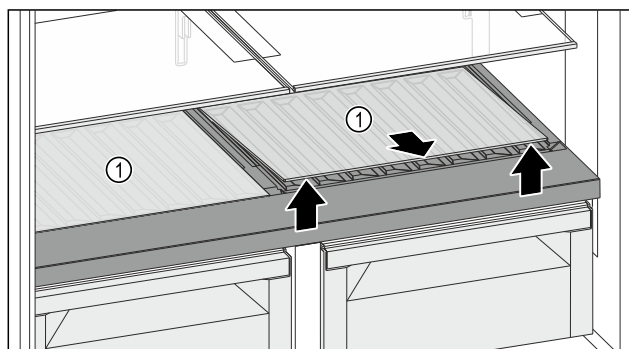

Fig. 113
- Podignite jednu staklenu ploču ili obje staklene ploče Fig. 113 (1) na otvoru sprijeda i izvadite ju/ih.
- Čuvajte staklenu(e) ploču(e) Fig. 113 (1) na sigurnom izvan uređaja.